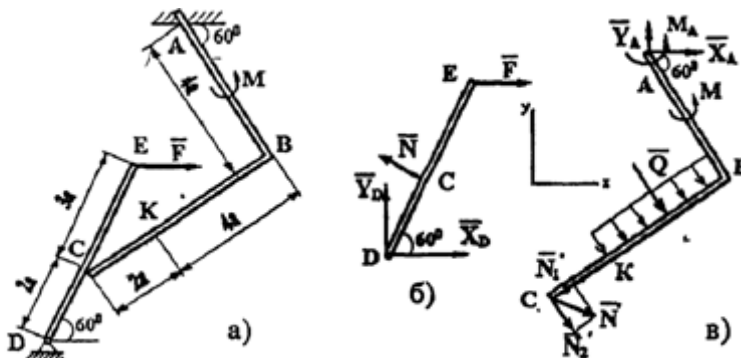

Рис. 22
Пример 10. На угольник ABC ($\angle ACB = 90^\circ$), конец A которого жестко заделан, в точке C опирается стержень DE (рис. 22, а). Стержень имеет в точке D неподвижную шарнирную опору, и к нему приложена сила \vec{F} , а к угольнику - равномерно распределенная на участке KB нагрузка интенсивности q и пара с моментом M .
Решение. 1. Для определения реакций расчленим систему и рассмотрим сначала равновесие стержня DE (рис. 22, б). Проведем координатные оси XU и изобразим
2. Теперь рассмотрим равновесие угольника (рис. 22, в). На него действуют сила давления стержня \bar{N} , направленная противоположно реакции \bar{N} , равномерно распределенная нагрузка, которую заменяем силой \bar{Q} , приложенной в середине участка KB (численно $Q = q \cdot 4a = 16 \text{ кН}$), пара сил с моментом M и реакция жесткой заделки, складывающаяся из силы, которую представим составляющими \bar{X}_A, \bar{Y}_A , и пары с моментом M_A . Для этой плоской системы сил тоже составляем три уравнения равновесия: